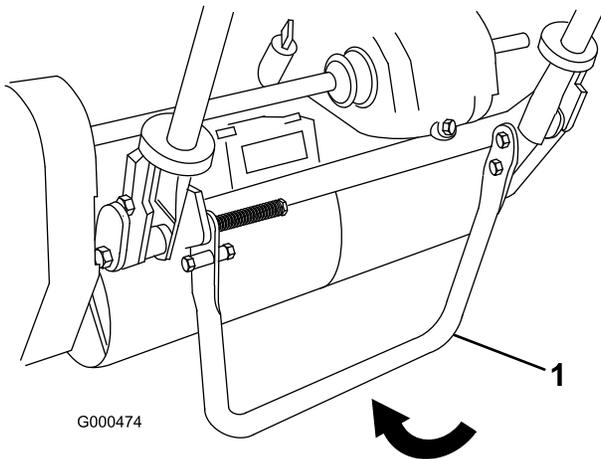

Bild 13
1. Treten Sie den Ständer mit dem Fuß nach unten und ziehen Sie den Griff nach oben, bis sich der Ständer nach vorne über der Mitte gedreht hat (Bild 13).